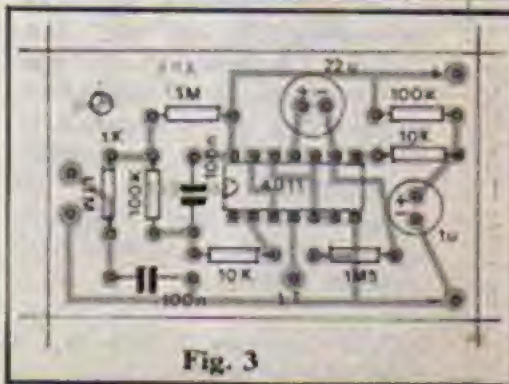

Fig. 3
- FIG. 3 - Diagrama da montagem, em "vista real" dos componentes sobre a plaquinha ("chapeado"). O lado não cobreado do Circuito Impresso mostra as peças principais, todas devidamente posicionadas (atenção à orientação da marquilha do Integrado, polaridade dos capacitores eletrolíticos e valores - quanto às posições dos demais componentes...).